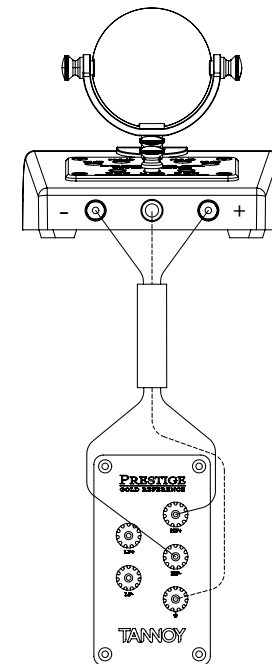

Fig. 2 Connecting in Bi-Wire Mode
**Instalação bi-cablagem:** O SuperTweeter é conectado aos terminais HF do seu alto-falante. Novamente, um cabo de aterramento pode ser levado de volta ao seu amplificador ou ao terminal de aterramento dos alto-falantes Tannoy que possuem esta provisão. (Mostrado na Fig 2)